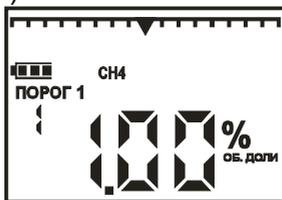

Рисунок 9.4
9.6.1 После включения газоанализатор всегда переходит в режим «Измерение». При измерении объемной доли газа на цифровом индикаторе отображается значение объемной доли измеряемого газа. При достижении концентрацией контролируемого газа установленного порога сигнализации ( для метана -1,00 %, для пропана - 0,40 %, для водорода -0,80 %) включаются прерывистые звуковая и световая сигнализации, на индикаторе отображается надпись «ПОРОГ 1» (рисунок 9.4).